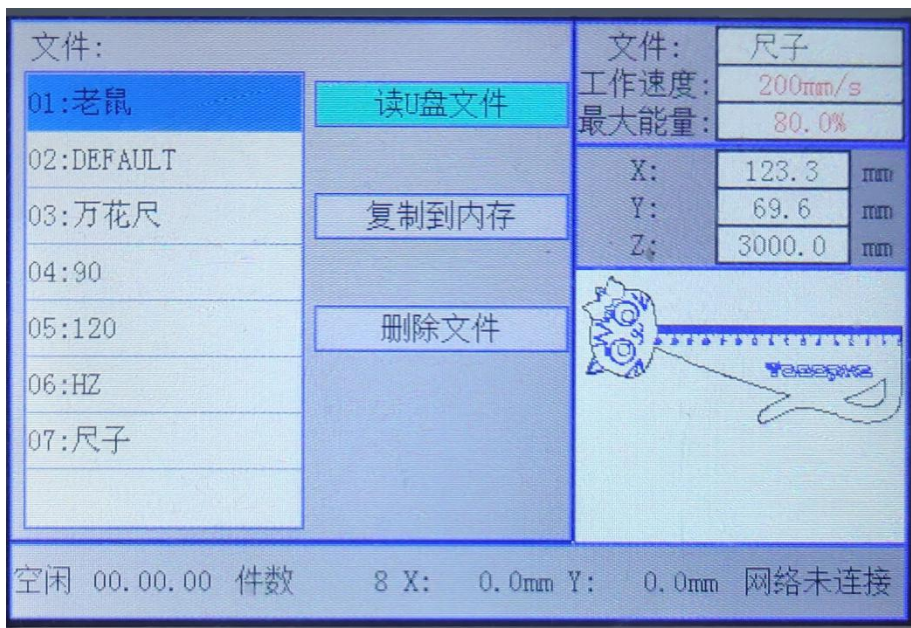

图 4-6
6、读 U 盘文件，选中需要切割的文件复制到内存。如图 4-6